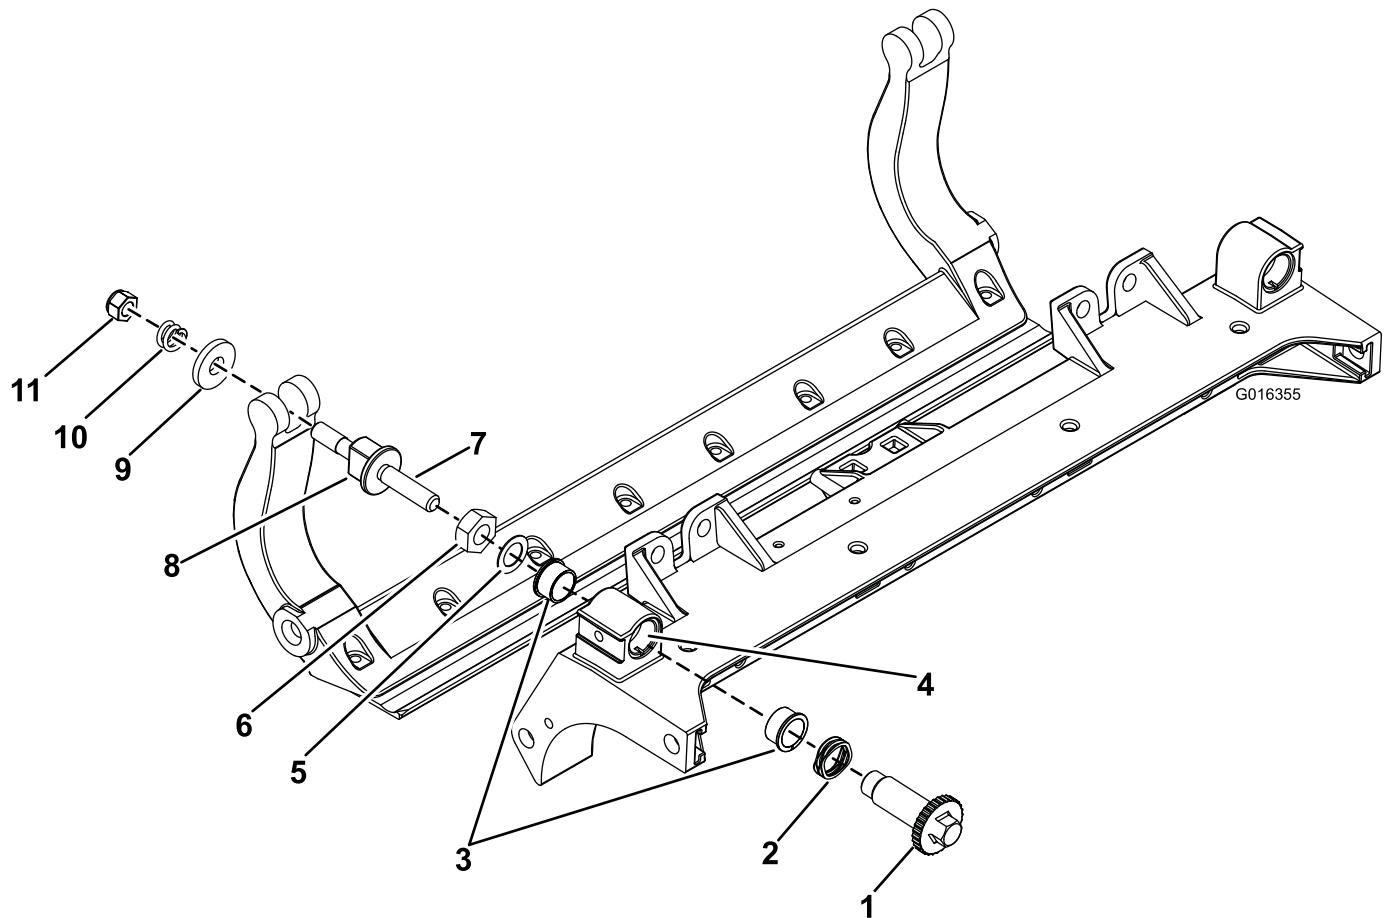

図 5
2. カッティングユニットのセンターフレームのブッシュ挿入場所にネバーシーズを塗布する（図 5）。
3. フランジブッシュのキーとフレームのキー溝を揃えて、ブッシュを挿入する（図 5）。
4. アジャスタシャフトにウェーブワッシャを通して、アジャスタシャフトをカッティングユニットのフレームのフランジブッシュに通す（図 5）。
5. 平ワッシャとロックナットでアジャスタシャフトを固定する（図 5）。ロックナットを 15-20 ft-lb (20-27 Nm=2.1-2.8 kg.m) にトルク締めする。